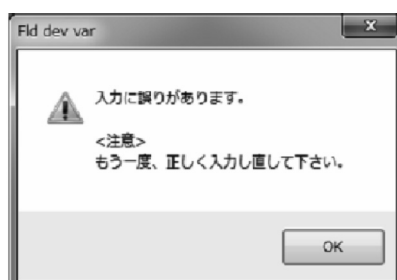

図189
- ① 設定項目を入力し、「OK」ボタンをクリックした後、LinkTop上でその設定に誤りがあると判断した場合には図189の警告のエラーボックスが現れます。「OK」ボタンをクリックし、誤った入力を訂正して下さい。